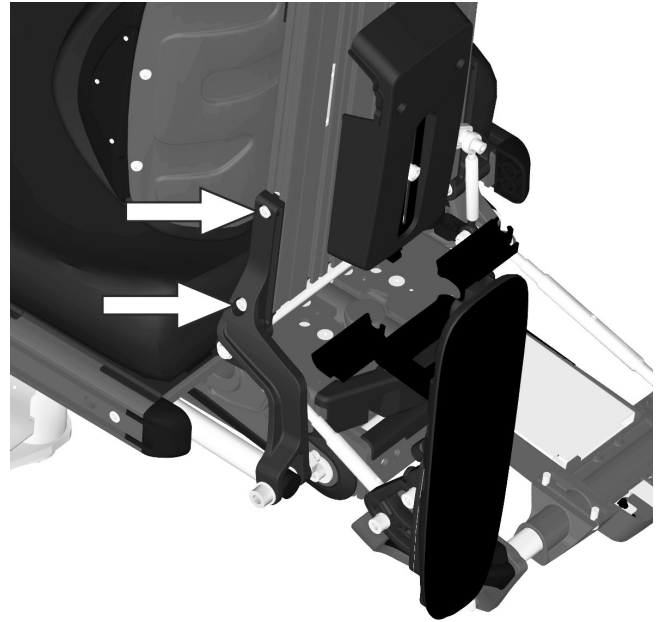

Abbildung 162. Das Rückenlehnenprofil ist an der linken bzw. rechten Seite mit zwei Schrauben befestigt.
6. Rückenlehnenprofil entfernen, das mit zwei Schrauben auf der linken bzw. rechten Seite montiert ist. Siehe Abbildung. 162. Schrauben lösen und Rückenlehnenprofil gerade nach oben ziehen.